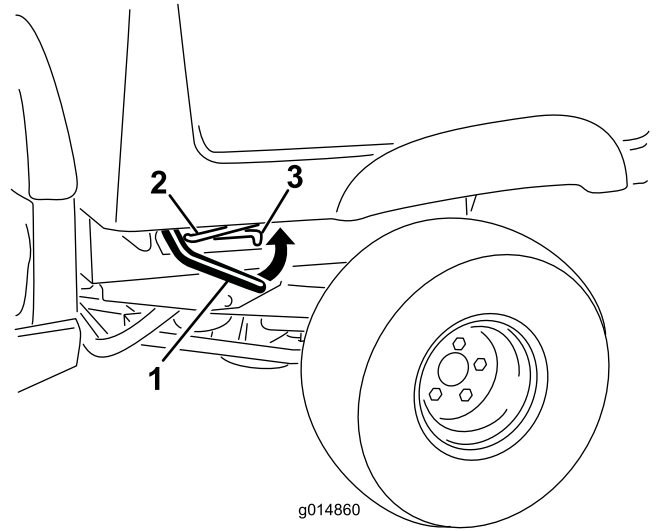

Figura 1
1. Sollevate la leva del dispositivo di fermo sul lato vicino all'angolo anteriore del pianale e sollevate completamente il pianale stesso (Figura 1).
2. Fissate il pianale tirando l'asta di supporto nell'arresto posteriore all'estremità della fessura che si trova nel telaio a sinistra della macchina (Figura 1).
9. Sollevare la leva del dispositivo di fermo sul lato vicino all'angolo anteriore del pianale (Figura 1).